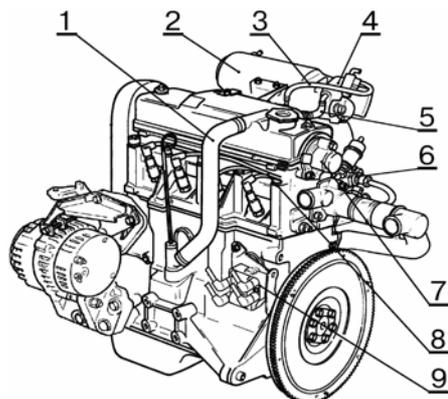

Рис.6.
- снять шланг 1, рис.6, вентиляции картера (отвертка крестообразная);